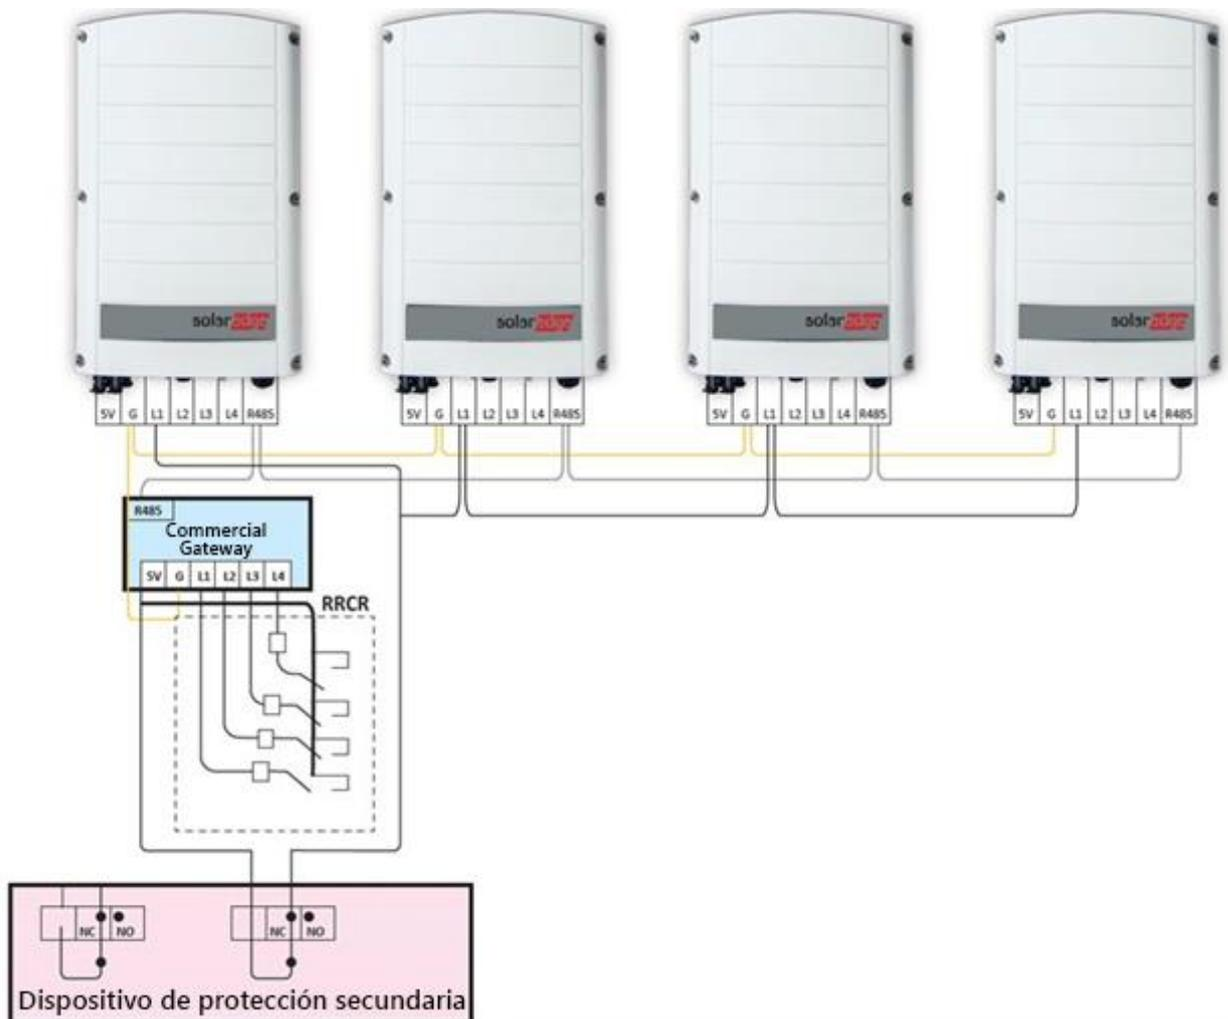

Figura 5: sistema con varios inversores con RRCR y Commercial Gateway
- **Versión 1.3, septiembre de 2018:** se añadió la conexión de tierra del inversor al gateway industrial en la figura 5 y se cambió el CCG al Commercial Gateway.
Para controlar los relés del inversor, el dispositivo de protección secundaria se conecta al conector de la interfaz de reducción de potencia (PRI) del inversor, situado en la tarjeta de comunicación del inversor. En una instalación con un Commercial Gateway, el dispositivo debe conectarse al conector del PRI del Commercial Gateway como se muestra en la figura 5: Sistema con múltiples inversores, RRCR y Commercial Gateway.